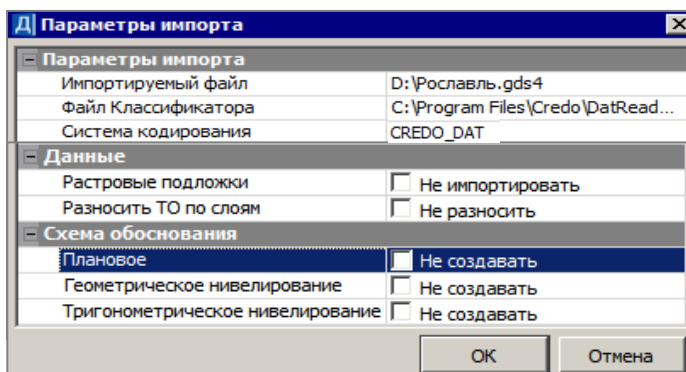

Рис. 3.11
- На странице **Параметры импорта** можно отключить настройки на импорт растра и создание схемы обоснования (рис. 3.11).